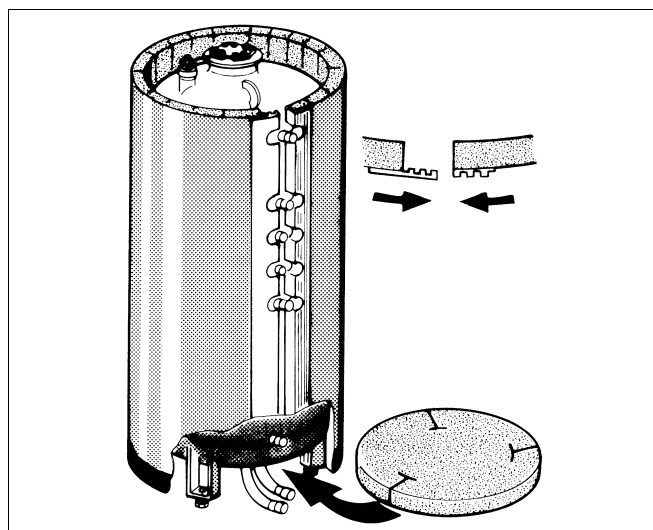

Fig. 11 Montage isolation thermique
Poser le matelas isolant perforé sur le corps du préparateur de manière à ce que le gabarit de perçage corresponde aux raccordements (fig. 11).
- Assembler les deux autres extrémités du matelas isolant et fermer (fig. 11).